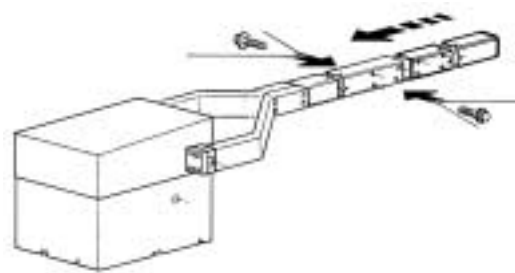

Abb.6
- 3) Den Schrankenbaum in die Anschlußarme stecken (Abb. 6).